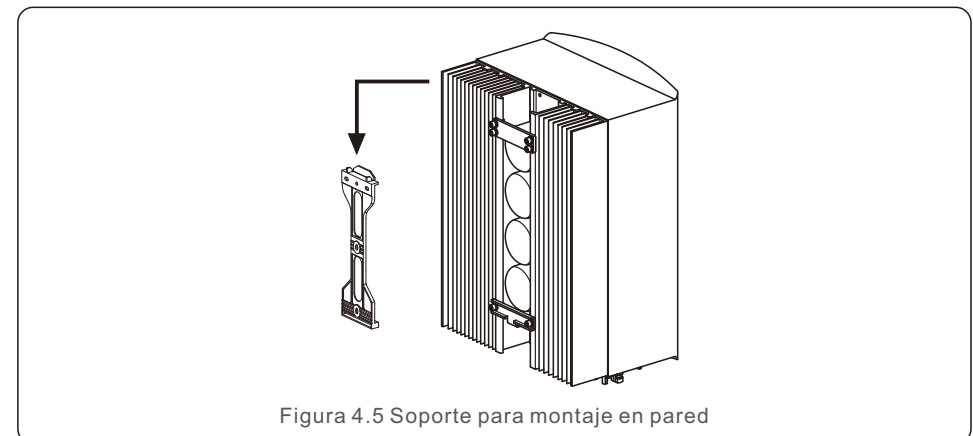

Figura 4.5 Soporte para montaje en pared
2. Levante el inversor (cuidadosamente, para evitar lesiones físicas) y alinee el soporte trasero del mismo con la parte convexa del soporte fijado a la pared. Cuelgue el inversor en el soporte asegurándose de que queda bien sujeto (véase la figura 4.5).